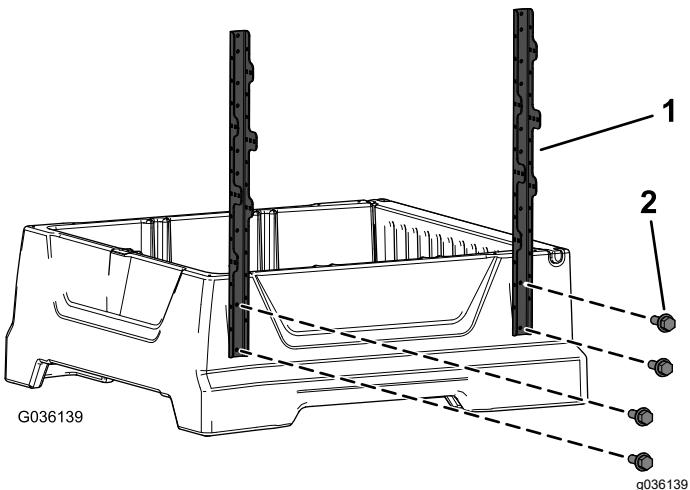

Bild 2
1. Befestigen Sie die zwei aufrechten Rahmenhalterungen mit vier Sechskantschrauben ($\frac{1}{4}$ " x $\frac{3}{4}$ ") an der Außenseite der Ladepritsche, wie in Bild 2 abgebildet.